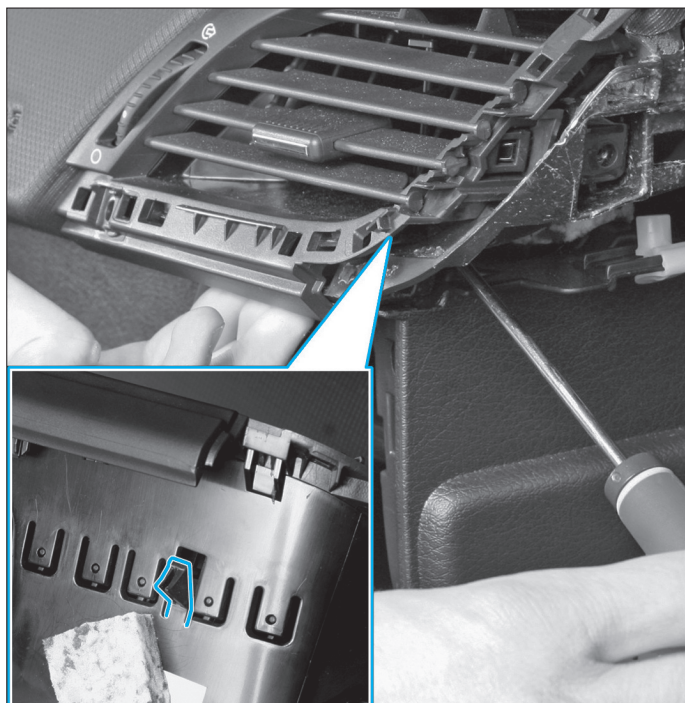

Fig. 49
- Introduire un tournevis pour lever la patte de maintien puis extraire l'aérateur en le tirant fermement mais avec précaution (Fig.49).